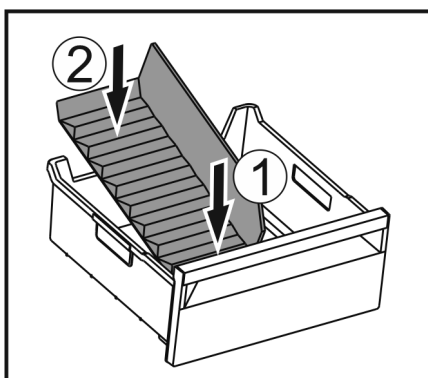

Fig. 68
- Vstavite sprednji del pregrade predala za led. Fig. 68 (1)
- Zadnji del pregrade predala za led spustite do dna predala. Fig. 68 (2)